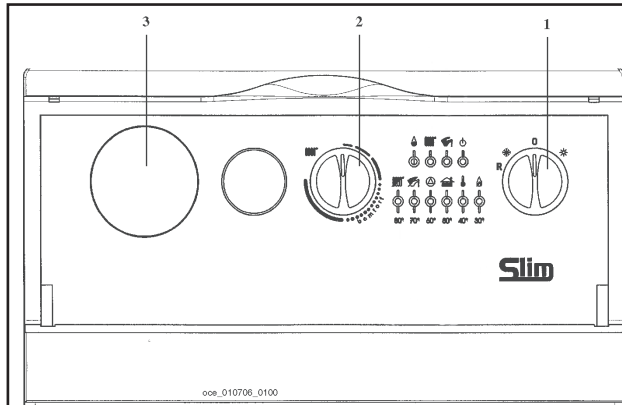
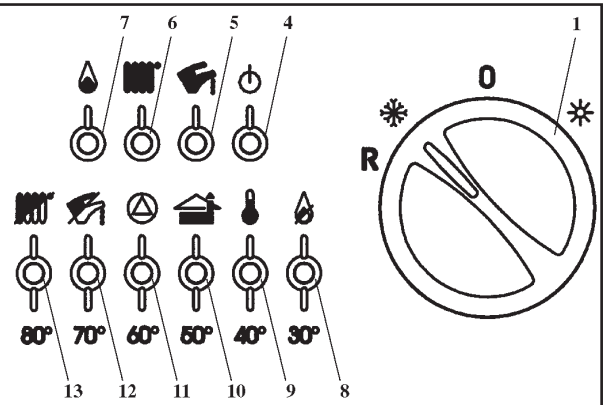

Рис. 1: Панель управления котла
Рис. 2: Световая индикация
- установить переключатель режимов «лето - зима» (рис. 1, позиция 1) в режим «зима».
- установить регулятор температуры воды в системе отопления (рис. 1, позиция 2) на нужное значение.
Важная информация: при переключателе режимов «лето - зима» (рис. 1, позиция 1), установленном в положении «зима» , перед каждым очередным включением котла по сигналу регулятора системы отопления установлена задержка на несколько минут (для того чтобы избежать частых включений/выключений). Для того чтобы горелка включилась сразу, переведите переключатель в положение (0), а затем снова установите режим «зима».
Внимание! При первом включении внутри трубы подачи газа могут образоваться воздушные пробки. В таких случаях горелка не будет включаться и произойдет блокировка котла по газу (загорается красная лампочка блокировки котла - рис. 1, позиция 8).
При возникновении данной проблемы повторите процесс включения котла до поступления газа в горелку, временно установив перед включением переключатель режимов (рис. 1, позиция 1) в положение R (сброс).
Данное устройство может быть снабжено комнатным термостатом для контроля температуры отопляемого помещения. В этом случае регулятор температуры воды в системе отопления (рис. 1, поз.2) устанавливается в максимальное положение, а сигналы на включение и выключение котла поступают от комнатного термостата.
При отсутствии комнатного термостата температура помещения регулируется косвенным образом при помощи регулятора температуры воды в системе отопления (рис. 1, поз.2); при таких условиях насос системы отопления работает постоянно. Для увеличения температуры повернуть регулятор по часовой стрелке, для уменьшения - против часовой стрелки.
- Установить переключатель режимов (рис. 1, позиция 1) в положение (0), проследив, чтобы лампочка-индикатор (рис. 2, позиция 4) погасла; таким образом прекращается подача электричества в котел.
- переключатель режимов (рис. 1, позиция 1) не установлен в положение (0);